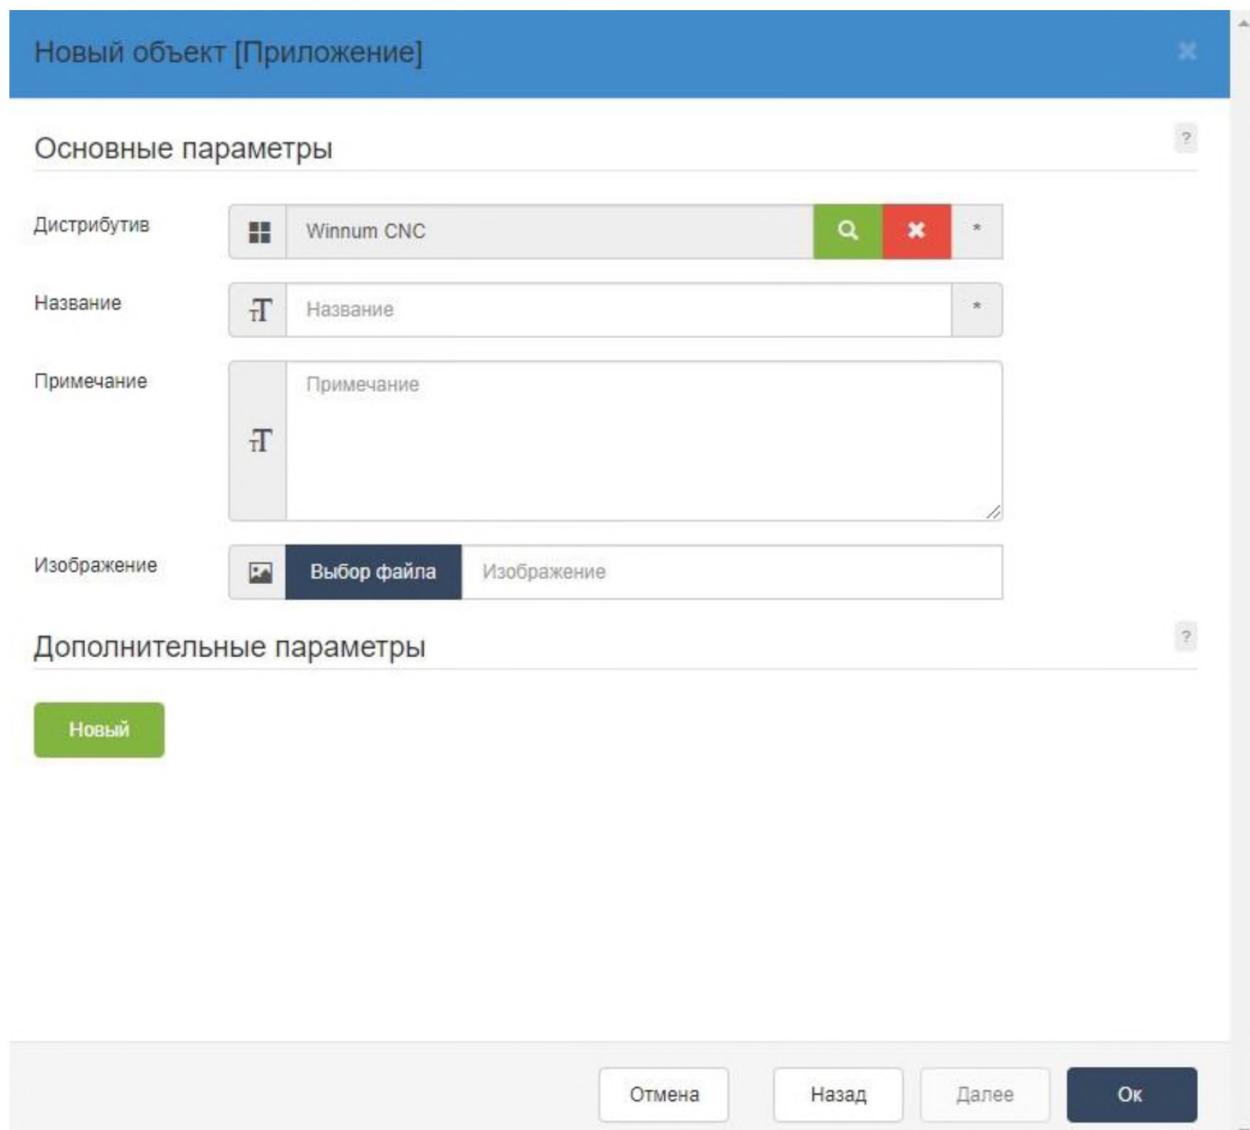

Рисунок 21 – Окно «Создание приложения»
- 6) Нажмите **OK** в окне создания приложения (рис. 21).